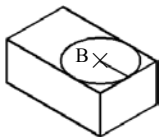

图 12.3.3 绘制第一个圆
(2) 绘制等轴测圆。选择下拉菜单 **绘图(D)** → **椭圆(E)** → **轴、端点(A)** 命令，以 B 点（图 12.3.3）为圆心，绘制半径值为 15 的等轴测圆，结果如图 12.3.3 所示。